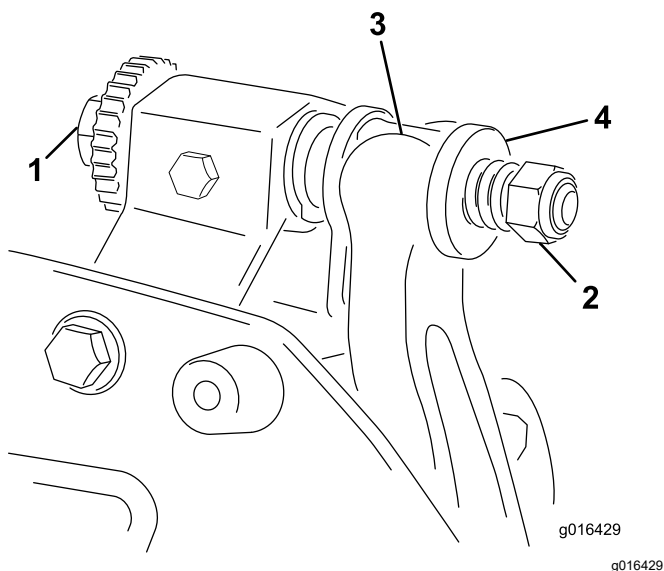

Рисунок 17
1. Поверните регулировочный болт планки неподвижного ножа против часовой стрелки, чтобы отвести неподвижный нож от барабана (Рисунок 17).
- Отвинчивайте гайку натяжения пружины до тех пор, пока шайба больше не будет нажимать на планку неподвижного ножа (Рисунок 17).
1. Установите планку неподвижного ножа / неподвижный нож в сборе, расположив монтажные проушины между шайбами и регулировочным винтом планки неподвижного ножа (Рисунок 17).